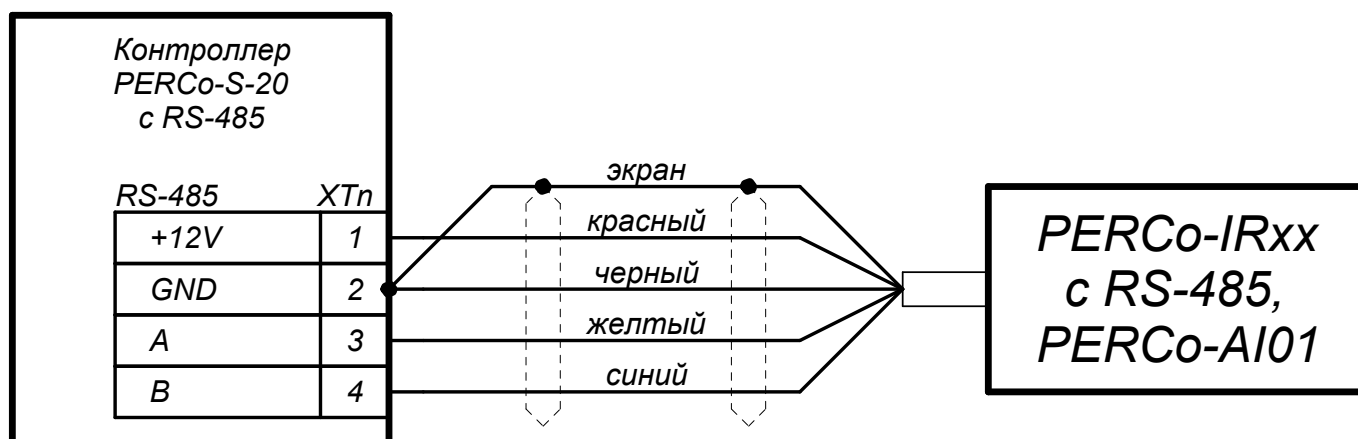

Рис. 4 Схема подключения считывателя к контроллеру PERCo-S-20 с использованием интерфейса RS-485
5.5. Проложите кабель, закрепите его и подключите к контроллеру PERCo-S-20 (схему подключения смотри на рис.4 и в РЭ на соответствующий контроллер). **Удлинение соединительного кабеля считывателя производить кабелем с витыми парами, при этом сигнальные линии А и В должны идти в одной паре.**